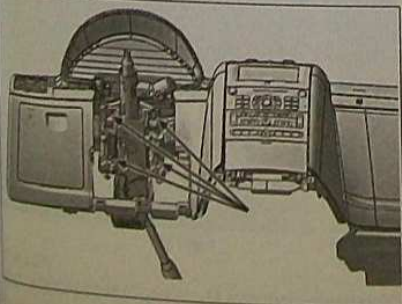

FIG. 11
- les 4 vis de fixation et la colonne de direction (Fig.11).